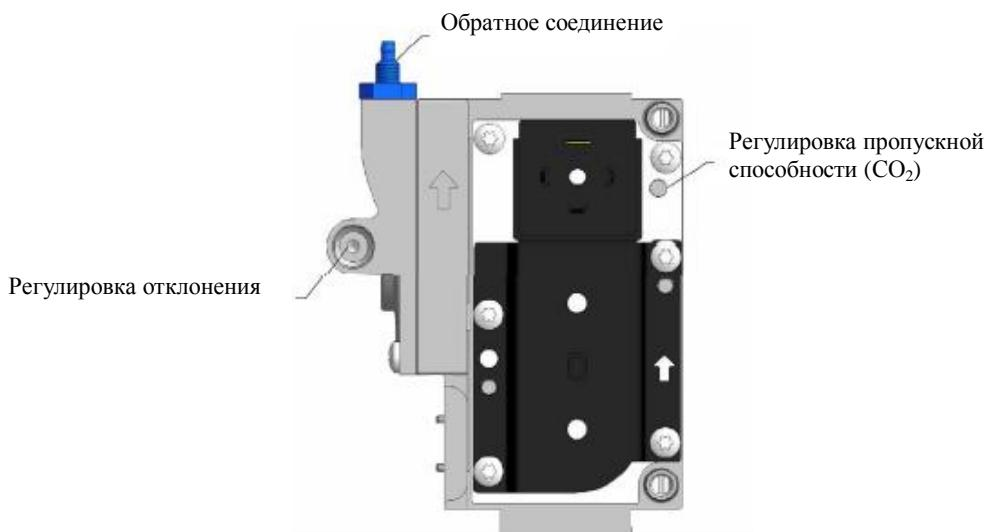

Рис. 31
- Поток газа, поступающий через клапан подачи газа в горелку, можно отрегулировать повернув винт регулировки пропускной способности (Рис. 31) при помощи торцевого ключа 2,5 мм. При этом, поворачивая винт против часовой стрелки, вы увеличиваете пропускную способность, а поворачивая винт по часовой стрелке - уменьшаете.
- Минимальный уровень СО₂ можно выставить, повернув винт регулировки отклонения (Рис. 31) при помощи торцевого ключа 2,5 мм. При этом, поворачивая винт по часовой стрелке, вы увеличиваете уровень СО₂, а поворачивая винт против часовой стрелки - уменьшаете.